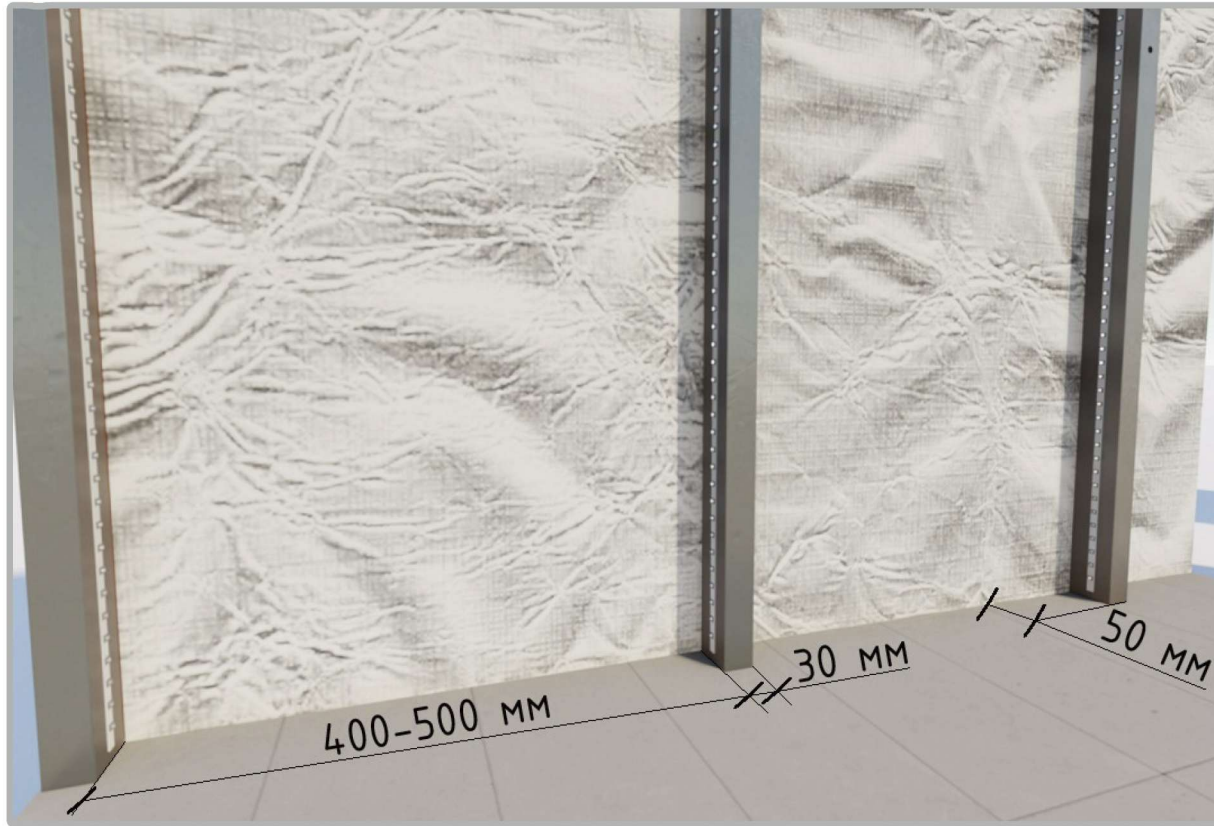
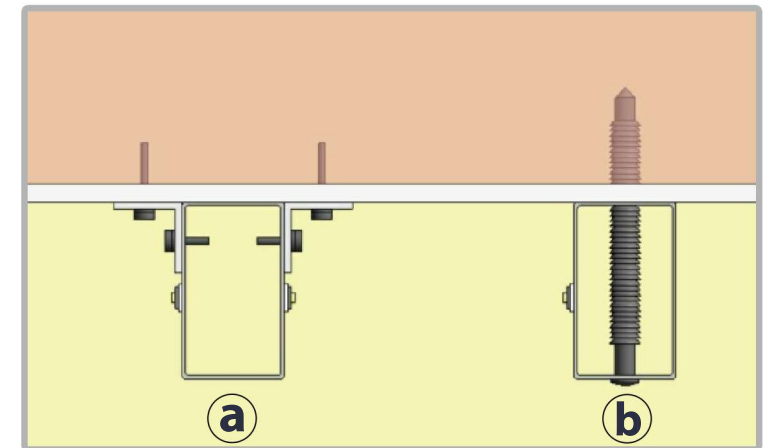

Рис. 3
Рис. 4
1. Вертикально, з кроком 400-500 мм закріпити до стіни трубу 50×30×2 мм (Рис. 2). Монтаж труб можна проводити двома різними способами, котрі вказані на Рис. 3 та Рис. 4.